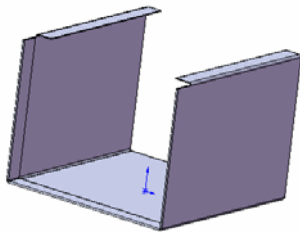

图 10-75 生成的另一侧“边线法兰”特征
⑥ 同理, 生成钣金件的另一侧面上的“边线法兰”特征, 如图 10-75 所示。